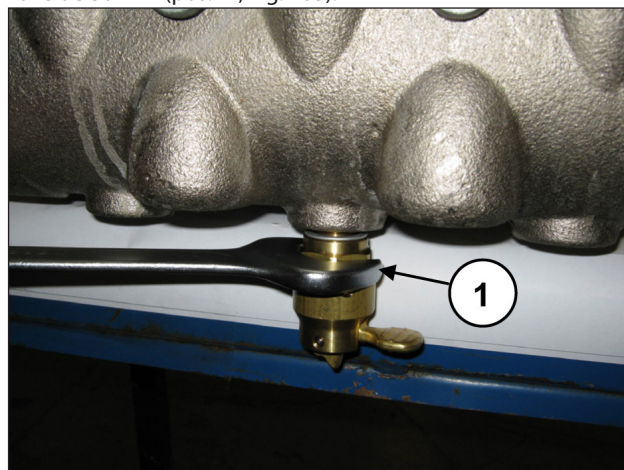

Fig. 103
Desenroscar el dispositivo de apertura de las válvulas con una llave de 30 mm (pos. ①, Fig. 103).